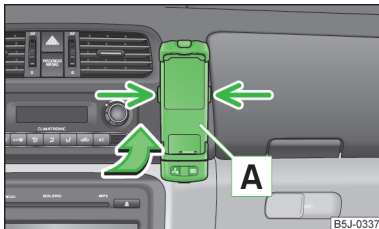

Abb. 82
- Zuerst den Adapter **A** in Pfeilrichtung » Abb. 82 bis zum Anschlag in die Halterung schieben. Den Adapter dann leicht nach unten drücken, bis dieser sicher einrastet.
- Gleichzeitig die seitlichen Verriegelungen der Halterung » Abb. 82 drücken und den Adapter mit dem Telefon herausnehmen.